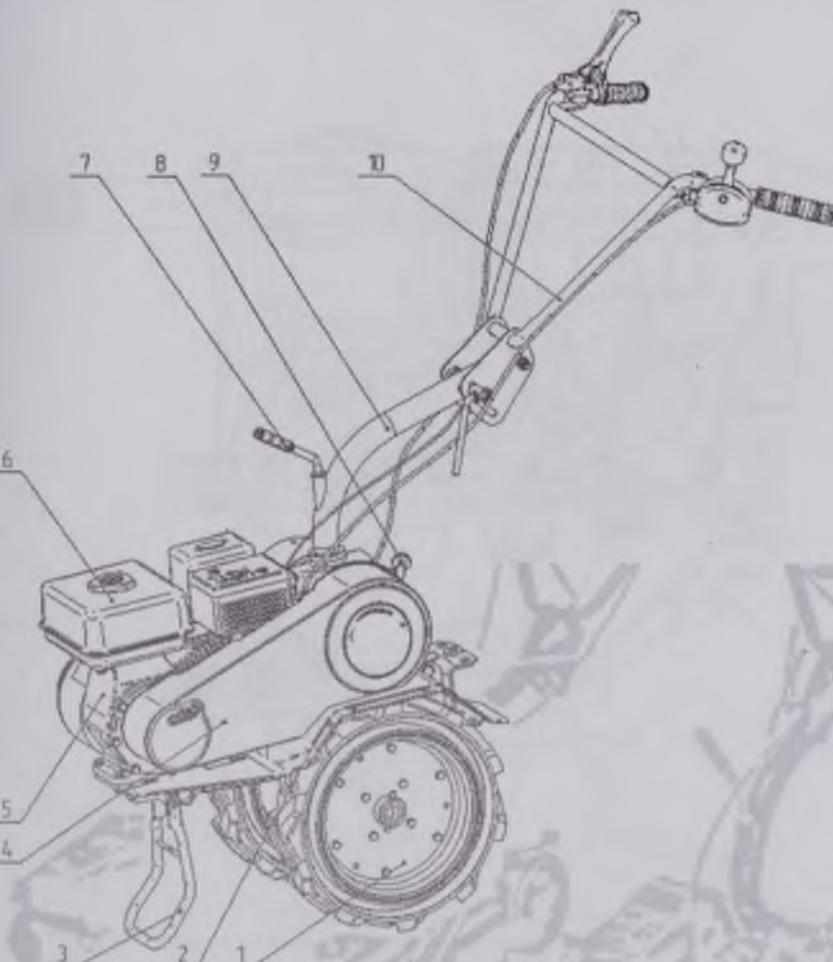
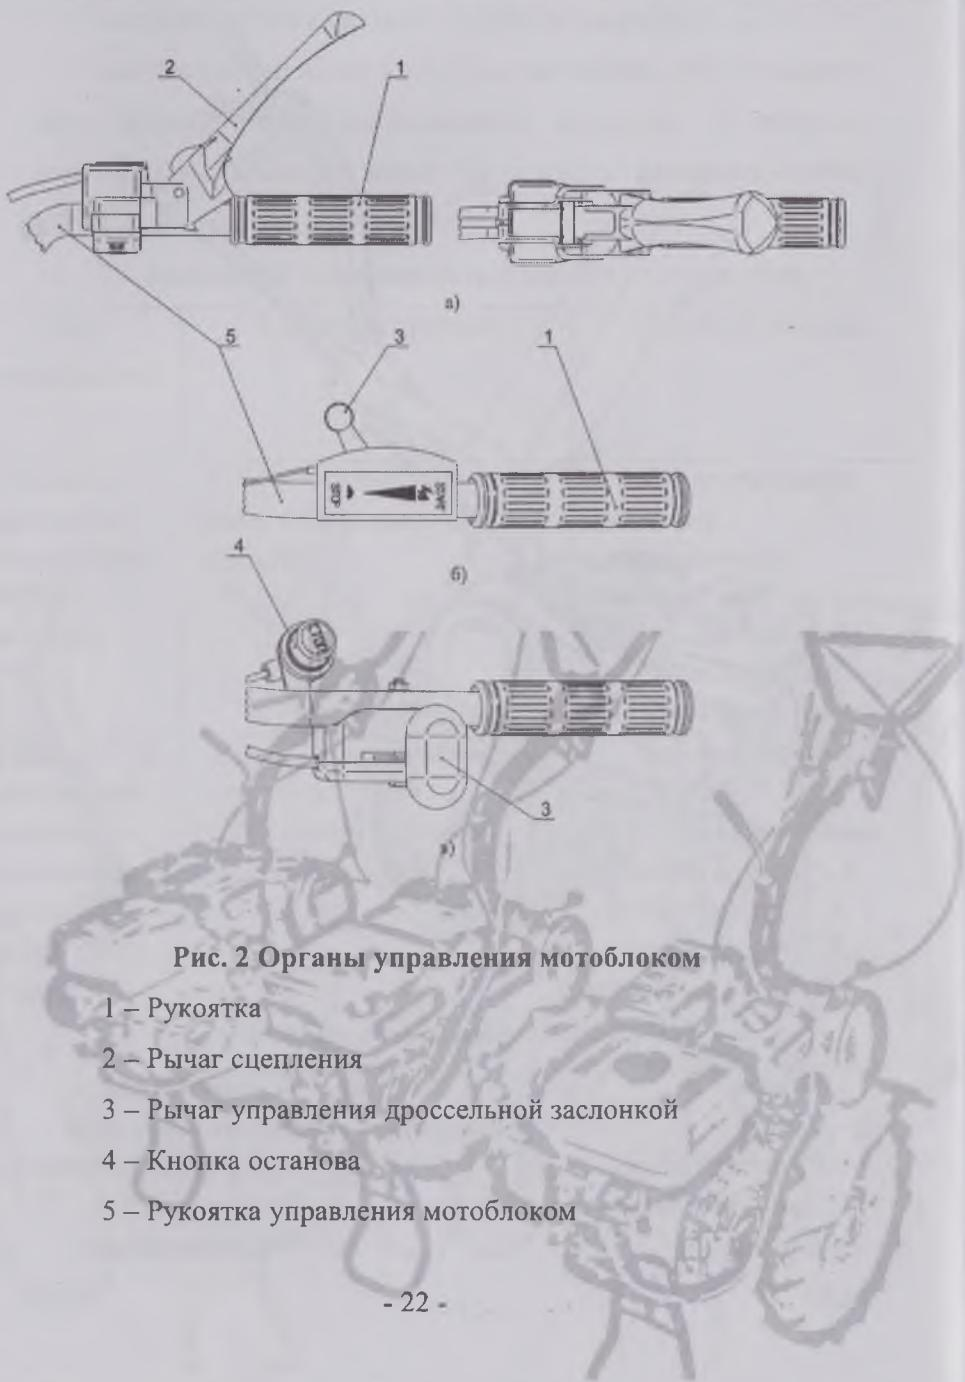
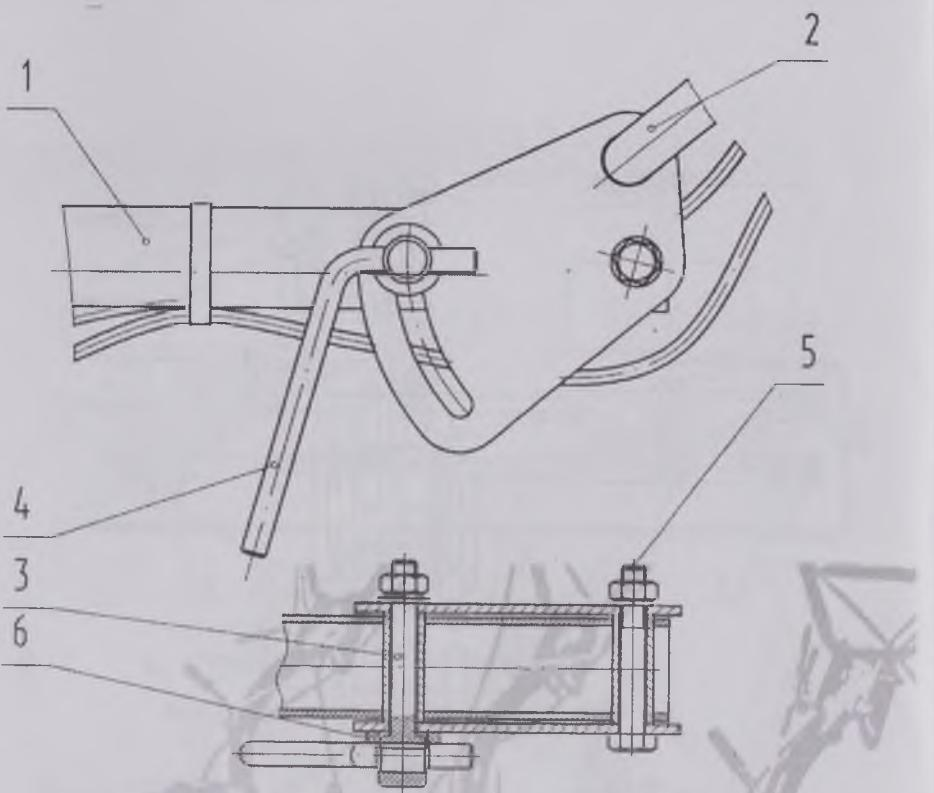

Рис.1 Устройство мотоблока
Рис. 2 Органы управления мотоблоком
Рис. 6 Регулировка руля
- снимите защитный кожух клиноременной передачи 4 рис. 1;
- установите стойку руля 9 (рис. 1) на верхнюю часть редуктора мотоблока и ручкой стойки руля 7 закрепите стойку на редукторе;
двигателе рычаг переключения передач должен быть в положении «Н» (нейтраль) рис.5. Перед началом движения рукоятку-опору 3 рис.1 перевести в горизонтальное положение.
При запуске мотоблока рычаг сцепления 2 (рис.2а) на правой рукоятке находится в положении «Выключено» (рычаг отжат). Рычаг управления дроссельной заслонкой 3 (рис. 2б, 2в) на левой рукоятке, установите в положение «Start». Рычаг воздушной заслонки карбюратора (находящийся на двигателе) установите в положение «Перекрыть». Убедитесь, что рычаг переключения передач 8 (рис.1) в нейтральном положении («Н» на этикетке положений рычага переключения передач). Произведите пуск двигателя, как указано в «Руководстве по эксплуатации двигателя».
Примечание: Мотоблок выпускается с двумя вариантами рычага управления дроссельной заслонкой (рис.2б и 2в) в зависимости от типа применяемого двигателя.
Оставляя рычаг сцепления 2 (рис. 2а) в положении «Выключено», переместите рычаг управления передач 8 (рис. 1) в
положение «I» (1-я скорость), переместите рычаг управления дроссельной заслонкой двигателя 3 (рис. 2б) на левой рукоятке мотоблока по часовой стрелке (на увеличение частоты вращения двигателя). Плавно переместите рычаг сцепления из положения «Выключено» в положение «Включено». Колеса начнут вращаться.
По окончании работы мотоблока выключите сцепление, уменьшите частоту вращения двигателя, переведите рычаг переключения передач в положение «Н» (нейтраль), переведите двигатель на режим «Холостой ход», проработайте на холостом ходу 2...3 мин и остановите двигатель, нажав на кнопку «Stop» 4 (рис. 2в), находящуюся на левой рукоятке. Закройте топливный кранник на топливном бачке двигателя. Если в исполнении мотоблока кнопка «Stop» отсутствует, то необходимо довести рычаг управления дроссельной заслонкой 3 до положения «Stop» (рис. 2б).
Высота руля мотоблока устанавливается следующим образом: установите мотоблок в горизонтальное положение, ослабьте зажим 3 рис. 6, поднимите или опустите руль на требуемую высоту и затяните зажим. Для поворота руля необходимо отвернуть на несколько оборотов ручку стойки руля 7 рис. 1, повернуть на нужный угол стойку руля и завернуть ручку до упора.
- снимите защитный кожух 4 рис. 1 клиноременной передачи;
- включите сцепление, т.е. рычаг сцепления 2 рис. 2а, прижмите к рукоятке;
Рис. 6а Регулировка руля